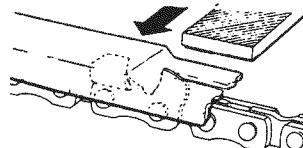

Fig. 38
- 3) Colocar la herramienta del calibre de profundidad en la cuchilla. En el caso de sobresalir el calibre de profundidad, limar su nivel con la parte superior de la herra- mienta. Limar siempre desde el interior de la cadena hacia el exterior de la cuchilla. (Fig. 38)